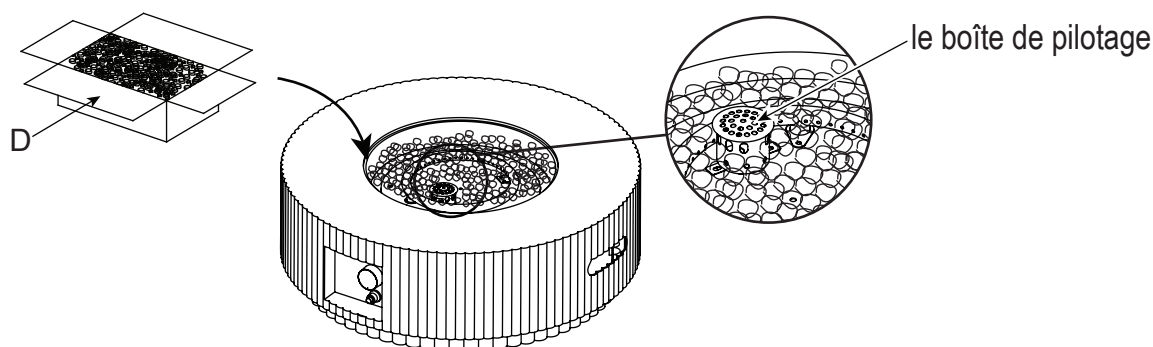

Figure 3
3. Ouvrez la boîte de pierres de lave et placez les pierres de lave (D) dans le foyer (A) (voir la figure 3). Un foyer à gaz nécessite 8.8 lbs de pierres de lave.